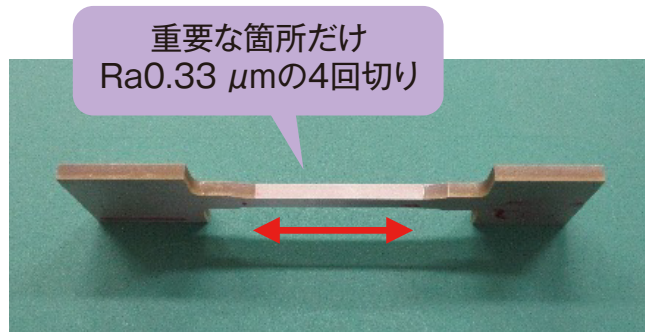

図3:面荒さの差
- 最良面荒さ、Ra0.33  $\mu\text{m}$ 。(厚さ5 mm以下の一般鋼材で選択)(図3)